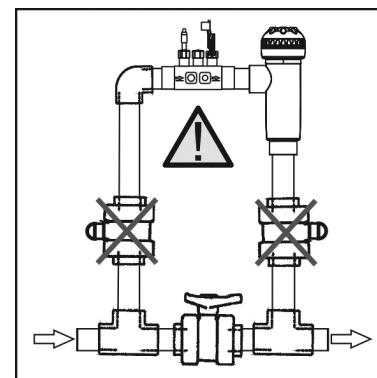

Fig. 4
1. Installare la flangia fornita su un tratto della tubazione situato in prossimità dell'ingresso della cellula d'elettrolisi. La flangia dovrà essere installata in posizione orizzontale rispetto al pavimento (ver Fig. 4).
1. Incollare il porta-sonde in dotazione su un tratto della tubazione situato in prossimità dell'ingresso della cellula d'elettrolisi. Il porta-sonde dovrà essere installato in posizione orizzontale rispetto al pavimento (Fig. 4), in modo che i entrati filettati (1/2" - 3/8") siano sempre accessibili per l' impianto posteriore dell'iniettore della pompa dosatrice e la presa di terra (facoltativa).